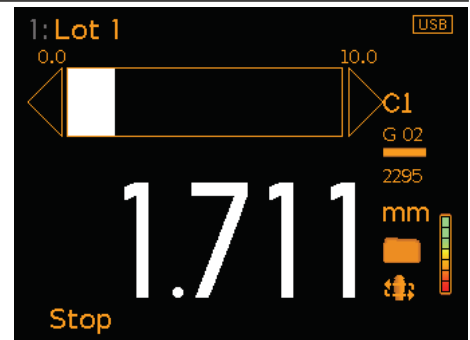

Figure 3
- 4 Appuyez sur 'Départ' pour commencer à scanner et faites glisser la sonde sur la surface revêtue (Figure 3).